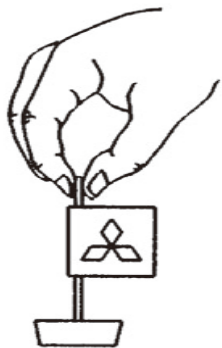

図 1
- ① 図1のように、付属のレンチ上部を持ち、軽く止まるまで仮締めして下さい。